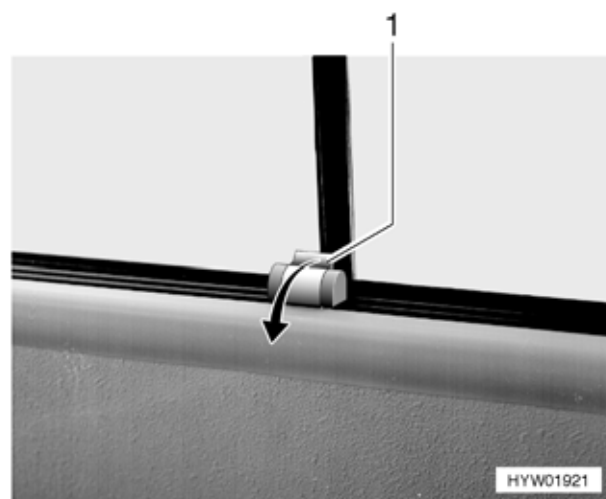

Fig. 37 Finestra scorrevole (variante 2)
- Ribaltare il bloccaggio (Fig. 37,1) verso l'interno.